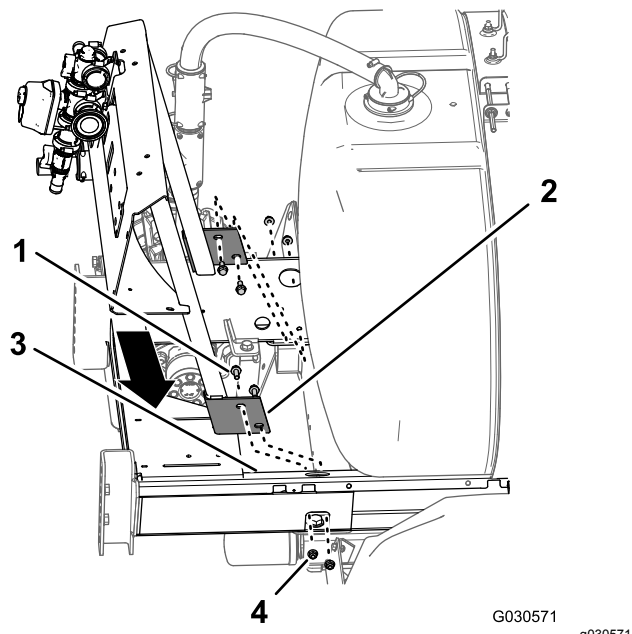

Figura 100
1. Alinhe os orifícios na flange da montagem do coletor para o sistema de 10 válvulas com os orifícios na estrutura do chassis do pulverizador (Figura 100).
2. Monte a montagem do coletor no chassis do pulverizador (Figura 100) com os quatro parafusos de cabeça flangeada (3/8 x 1 pol.) e as quatro porcas de bloqueio flangeadas (3/8 pol.) que retirou no passo 3 em 18 Retirar a montagem do coletor para o sistema de três secções da rampa \(página 46\).